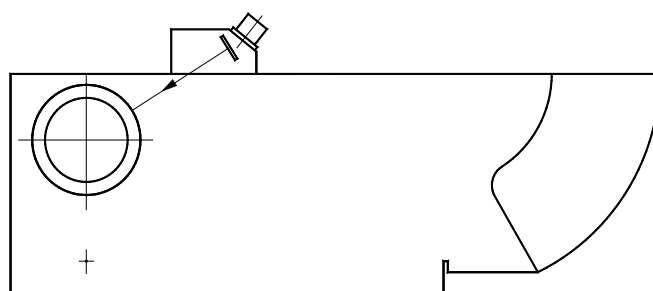
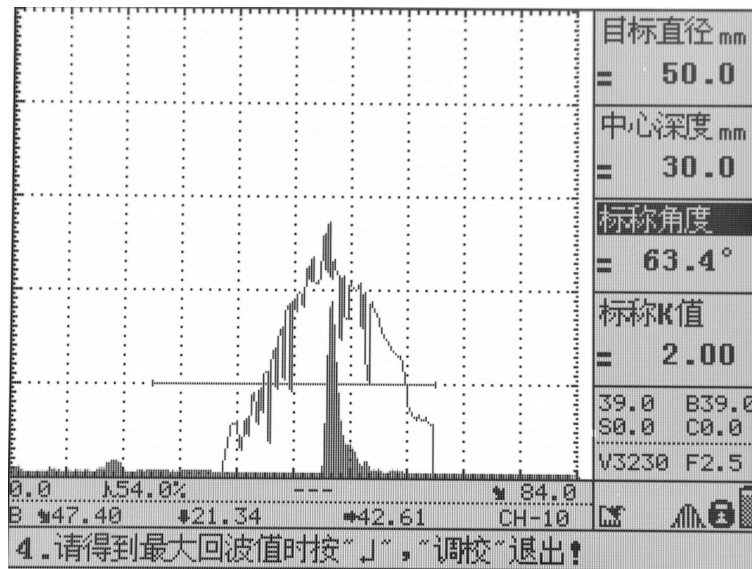
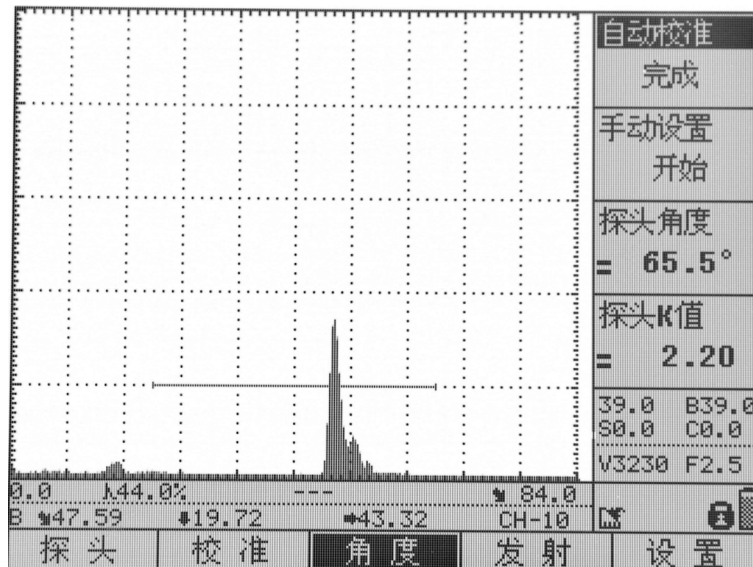

图 3.9
图 3.10
图 3.11
(1) 单击“波峰记忆”键，打开波峰记忆或回波包络功能，探头沿试块前后移动（如图 3.9），会看到回波包络轨迹，如图 3.10，按照提示，目标反射波最高时按“确定”，完成折射角/K 值自动校准。可以看到折射角/K 值已修正为实际值，如图 3.11 所示。